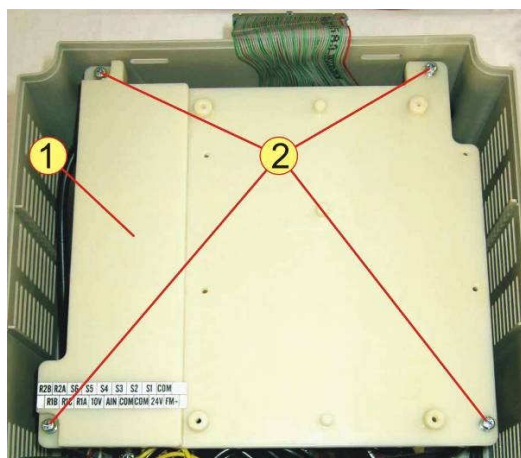

Рис.7.5
7.4.1 Взять монтажную панель 1, установить в корпус, вкрутить четыре винта 2 (рис.7.5).